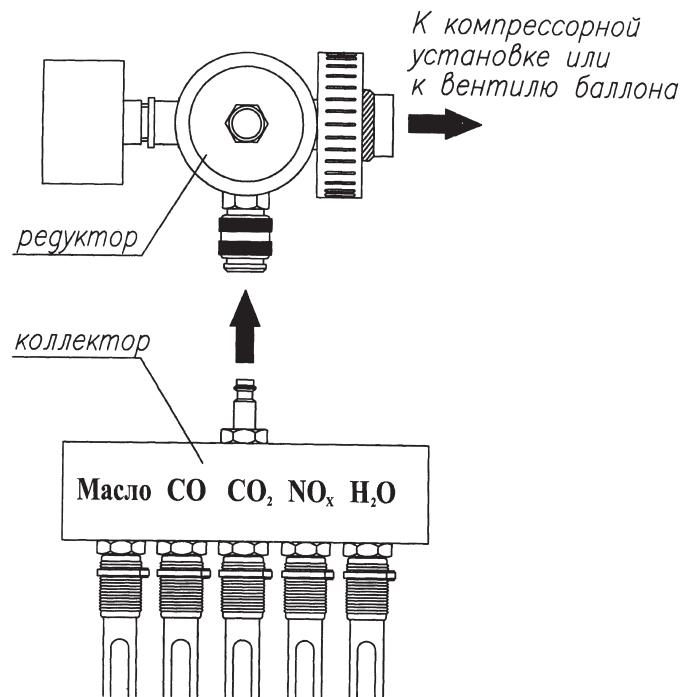

Рис. 2
2.3.2 Присоедините ручную редуктор к вентилю баллона или через штуцер «20» или «30» к компрессорной установке (рис. 2).
2.3.3 Присоедините коллектор к редуктору (рис. 2).